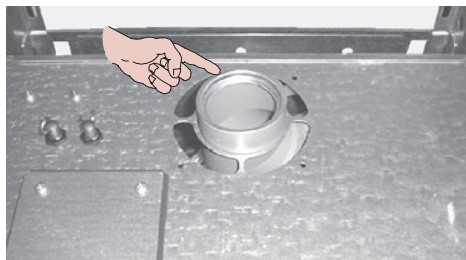

Figura 5.7
Il diaframma va posizionato come in Figura 5.7.
**Il diaframma deve essere inserito o rimosso seguendo le indicazioni fornite in questo capitolo. Il diaframma va posizionato come in Figura 5.7.**